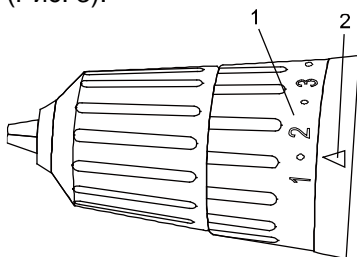

Рис. 2
Поверните кольцо (Рис. 2) до совмещения необходимой цифры со стрелкой (2). Для правильной установки используйте таблицу ниже.